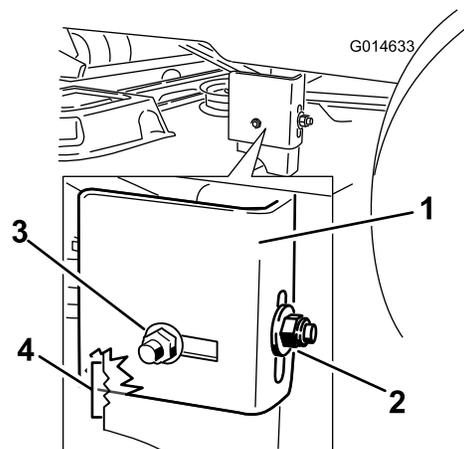
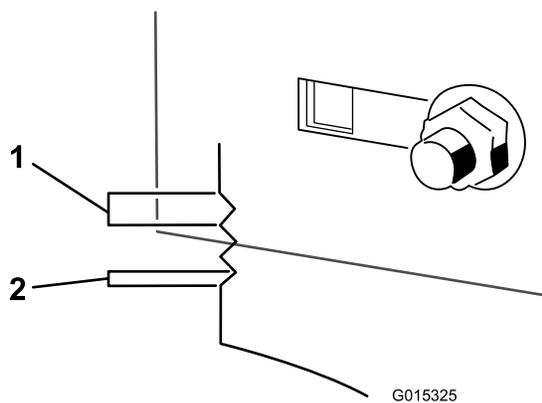

Bild 51
Bild 52
- Lösen Sie die hintere Sicherungsmutter am Hängeprofil (Bild 51).
- Lösen Sie die seitliche Sicherungsmutter am Hängeprofil so viel, dass Sie das Profil einstellen können (Bild 51). Messen Sie mit den Kerben an der geschweißten Halterung die Größe der Anpassung. Jede Kerbenoberfläche entspricht 6,35 mm, eine Seite entspricht 3,17 mm (Bild 52). Stellen Sie das Mähwerk auf die gewünschte Höhe.
11. Stoppen Sie das Mähwerk an der eingestellten Stellung und ziehen Sie die seitliche Sicherungsmutter am Hängeprofil fest, um die neue Stellung zu arretieren (Bild 51). Ziehen Sie die hintere Sicherungsmutter am Hängeprofil fest.